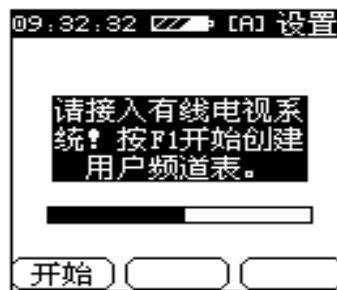

图 4-24
1. 在选择创建用户频道表选项后，按 F1 键确认，屏幕将显示如图 4-24。